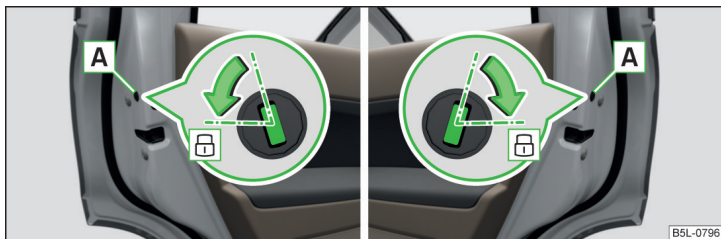

Fig. 187 Încuierea în regim de urgență: portiera spate stânga/dreapta
- Demontați masca **A** » fig. 187.